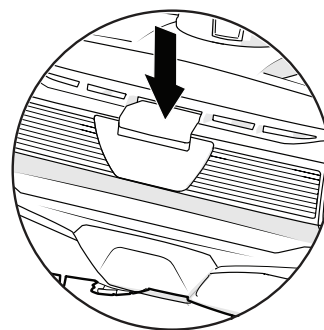

Figura 12. Botón para liberar el pestillo
1. Presione el botón para liberar el pestillo en la parte superior del limpiador (figura 12) para abrir la cubierta.